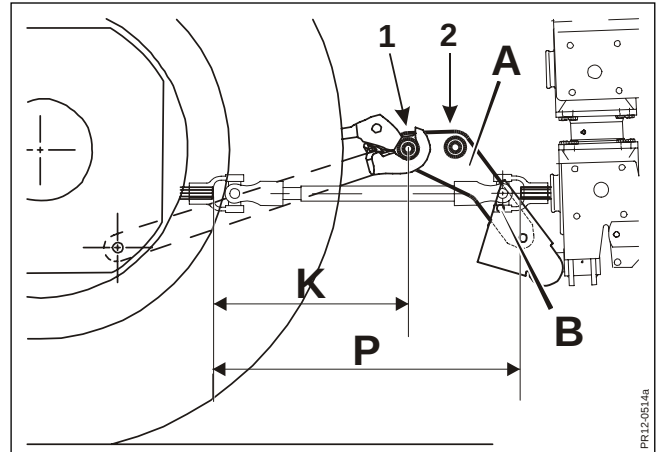

Fig. 2-2
- Fig. 2-2** Die Stossdämpfer für das TOP SAFE System (Verlängerungen A Fig. 2-2 und 2-3), mit zwei Ankupplungsmöglichkeiten für die Anbauzapfen, gehdren jetzt bei den GMS/GCS Maschinen zur Standardausrüstung.
- Fig. 2-2** **KURZE UNTERLENKER:** Wenn bei Schleppern, der Abstand **K** zwischen PTO-Zapfen und den Kupplungspunkten der Unterlenker **kurz** ist, werden die Zapfen in Pos. 1 montiert.